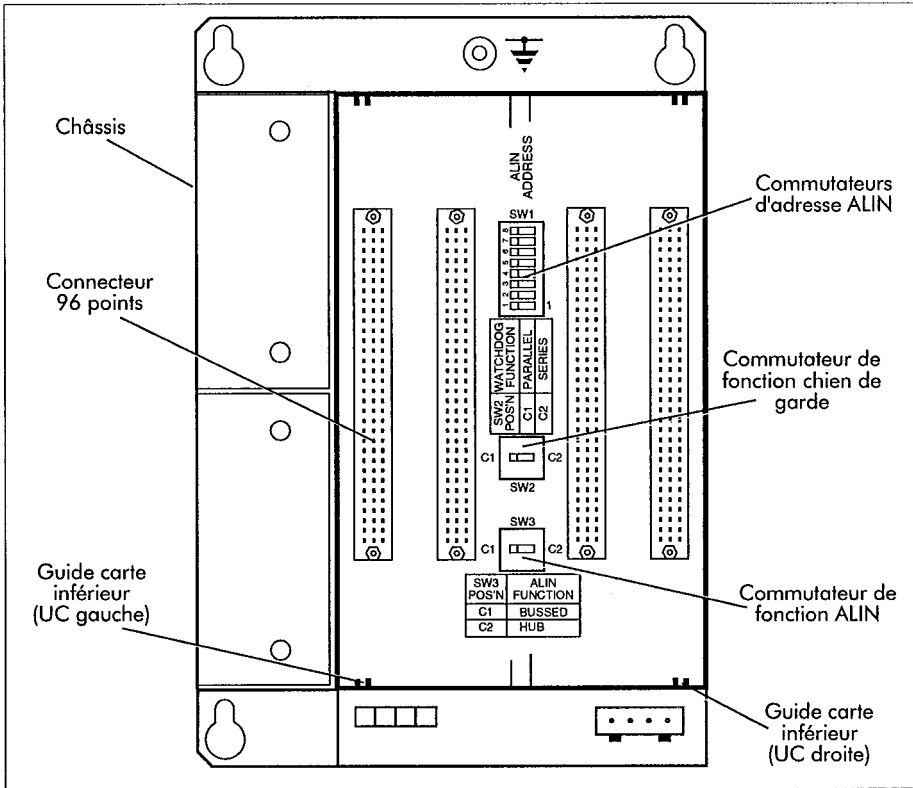
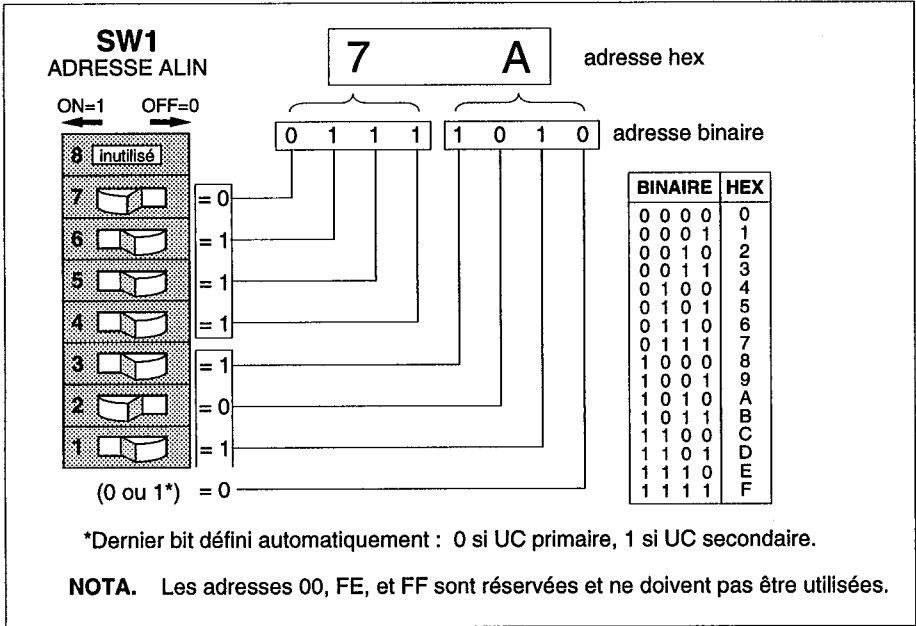
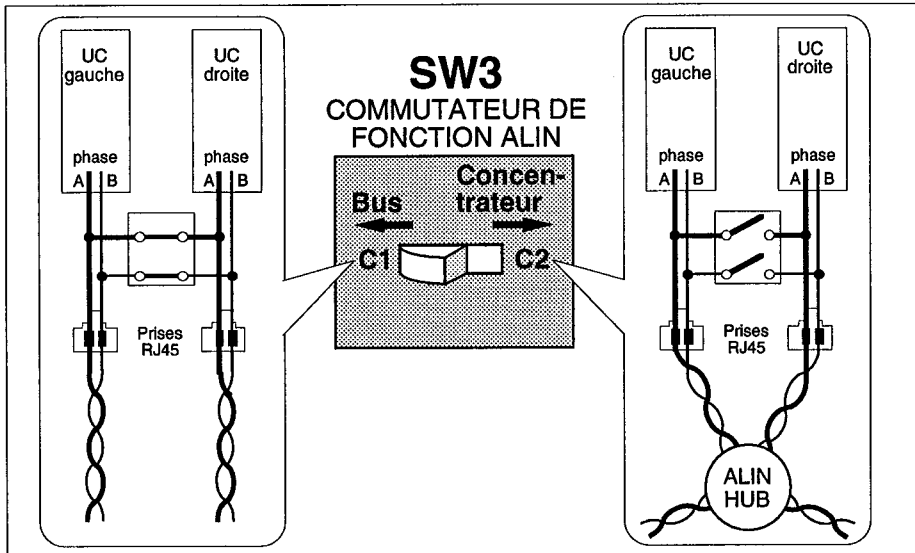

Figure 2-7 Emplacement des commutateurs du fond de panier
Figure 2-8 Commutateurs d'adresses ALIN — exemple de configuration
Figure 2-10 Commutateur de fonction ALIN (sur la carte du fond de panier)
- 2 Insérez l'unité centrale dans le manchon, en positionnant correctement les bords des cartes à circuits imprimés dans les guide-cartes supérieur et inférieur — voir figure 2-7.
La figure 2-7 montre la carte à circuits imprimés du fond de panier du coordinateur dans un manchon vide, et en particulier, les positions des commutateurs d'adresses ALIN, de fonction du chien de garde et de fonction ALIN. (La carte à circuits imprimés du fond de panier du contrôleur et le boîtier ont la même configuration.)
Le bloc de commutateurs d'adresses ALIN se trouve sur la carte de fond de panier, voir figure 2-7. Ce bloc de commutateurs permet de configurer la ou les adresses de la ou des unités centrales pour le réseau ALIN. La figure 2-8 montre comment les configurer et les lire en utilisant l'adresse hexadécimale 7A, par exemple. **Notez qu'il ne faut pas utiliser les adresses 00, FE, et FF.**
L'adresse ALIN adoptée par l'unité centrale primaire est paire — bit de poids faible zéro — définie par les commutateurs d'adresses. Dans l'exemple de la figure 2-7, il s'agit de l'adresse 7A. L'unité centrale de droite prend l'adresse suivante immédiatement supérieure (impaire) dont le bit de poids faible est égal à 1, autrement dit, 7B dans cet exemple. Mais, en exploitation normale, le primaire actif peut être différent du primaire de mise en route.
Le commutateur de fonction chien de garde se trouve sur la carte du fond de panier (voir figure 2-7). Ce commutateur interconnecte les relais du chien de garde des unités centrales
Ce commutateur se trouve sur la carte de fond de panier (voir figure 2-7). En position "bus", il interconnecte les mêmes phases des lignes gauches et droites de l'unité centrale (voir figure 2-10), ce qui permet d'interconnecter les unités centrales et les autres instruments en guirlande, avec des résistances de fin aux deux extrémités de la chaîne. Lorsque le commutateur est en position concentrateur (Hub), les lignes ALIN sont isolées les unes des autres, ce qui permet une connexion indépendante à un concentrateur ALIN. Dans ce cas, les adaptateurs ne sont pas nécessaires.